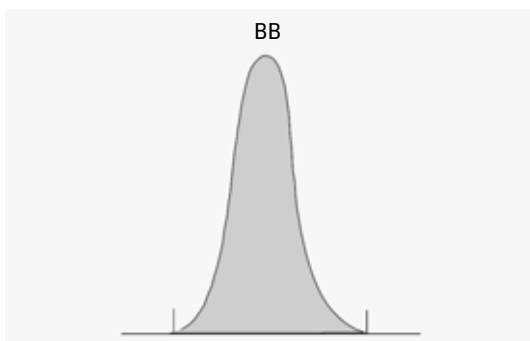

Figura 24 Medida del área para picos de línea base a línea base
- para picos de línea base a línea base (BB), el área por encima de la línea base entre las marcas de señalización, como se muestra en Figura 24 en la página 106,